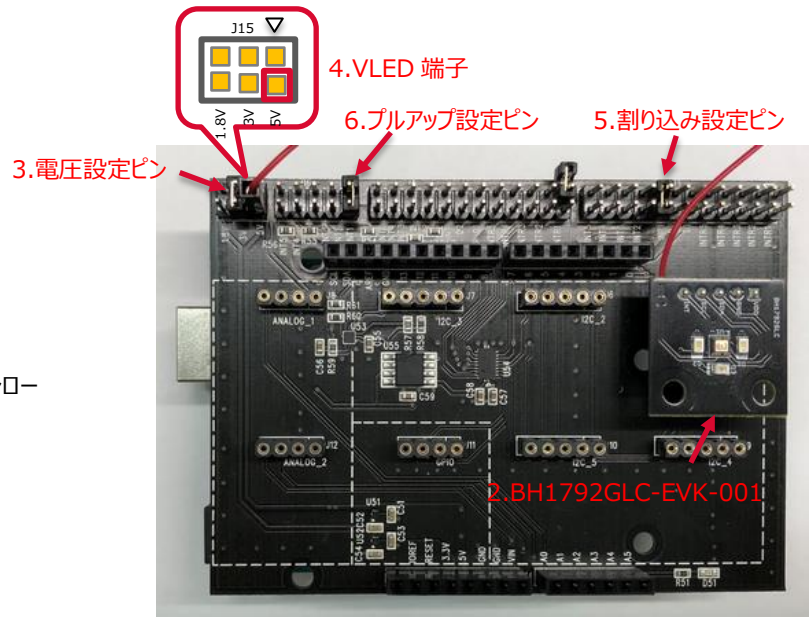

図 2 BH1792GLC-EVK-001 と SensorShield の接続
2. SensorShield の I2C\_1 に BH1792GLC-EVK-001 を接続 (図 2)
3. SensorShield の電圧設定を 3.0V に設定 (図 2)
4. BH1792GLC-EVK-001 の VLED 端子を SensorShield の 5V 端子に接続(図 2)
5. SensorShield の割り込み設定を INT1 に設定 (図 2)
6. SensorShield のプルアップ設定を INT1 に設定(図 2)